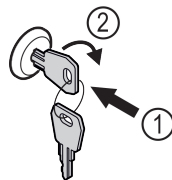

Fig. 190
- Paina avain lukkoon. Fig. 190 (1)
- Kierrä avainta 90° myötäpäivään. Fig. 190 (2)